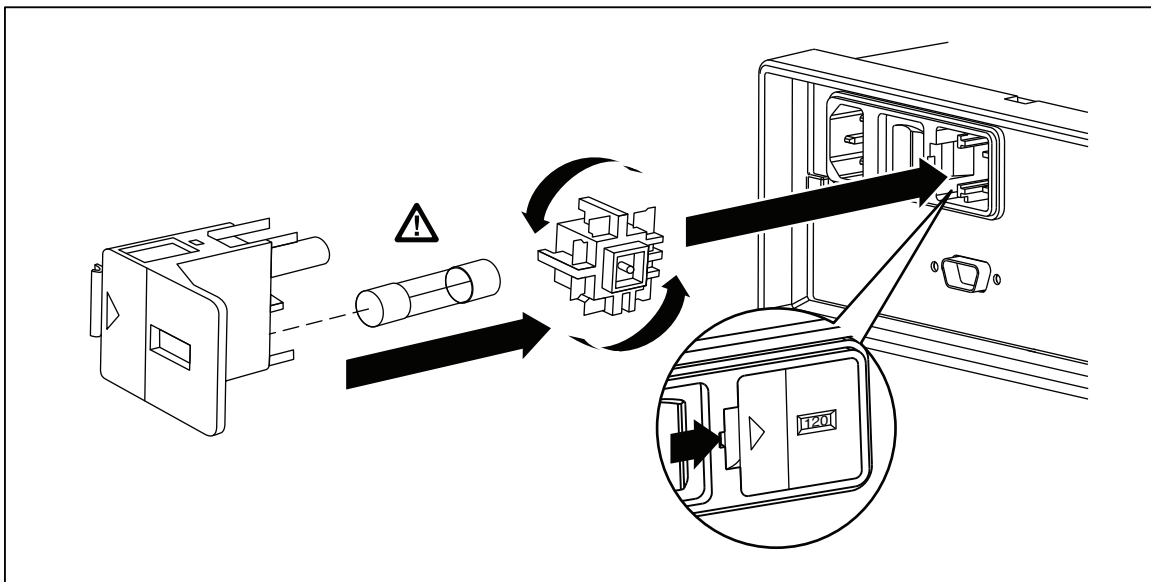

Figure 1. Remplacement des fusibles d'alimentation secteur
2. Insérez la lame d'un petit tournevis dans la dépression étroite à gauche du porte-fusible et poussez vers la droite pour ouvrir le porte-fusible. Voir figure 1.